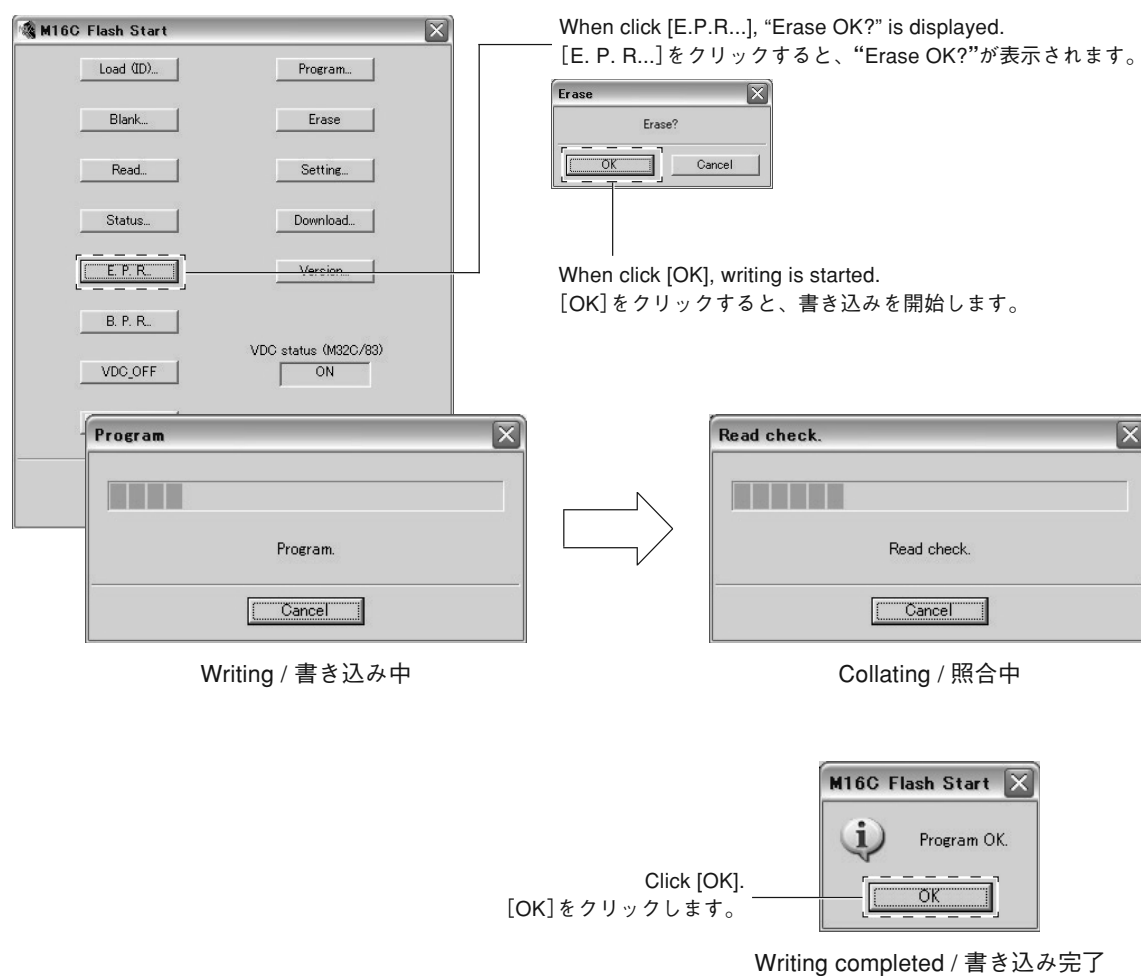

Fig. 5
14. "M16C Flash Start" is displayed. (Fig. 5)
Click [E.P.R...], and "Erase OK?" is displayed. (Fig. 5)
Click [OK] to start writing. (Fig. 5)
15. When writing is completed, "Program OK." is displayed. (Fig. 5)
Click [OK]. (Fig. 5)
14. "M16C Flash Start"が表示されます。(Fig. 5)
[E. P. R...]をクリックすると、"Erase OK?"が表示されます。(Fig. 5)
[OK]をクリックし、書き込みを開始します。(Fig. 5)
15. 書き込み完了後、"Program OK."が表示されます。(Fig. 5)
[OK]をクリックします。(Fig. 5)